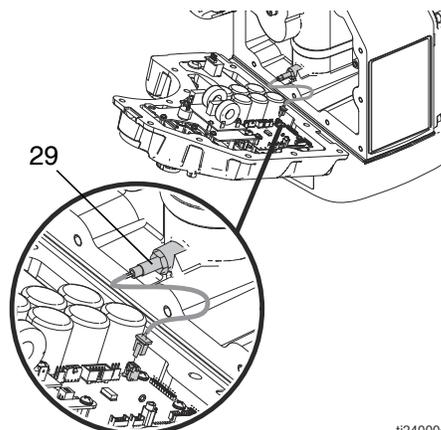

FIG. 20: Cable de posición de carrera
- Cable del sensor de posición de carrera (29). Consulte FIG. 20 en la página 21.